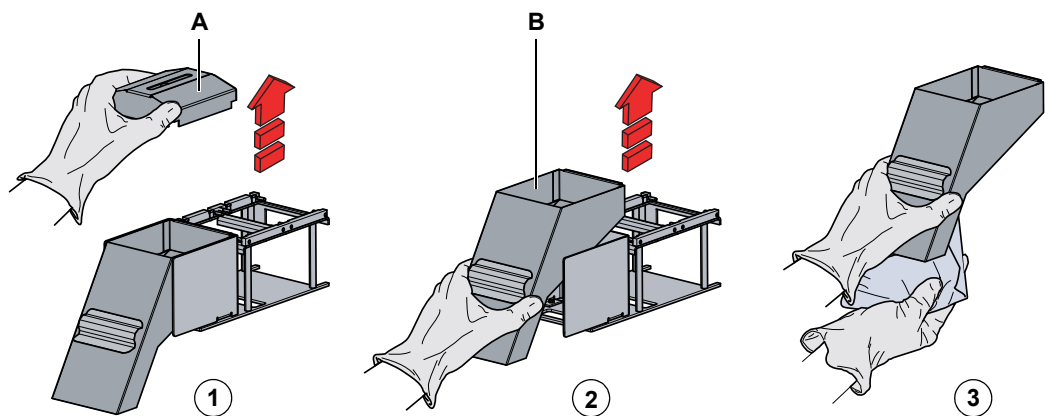

Fig. 7-16 Démontage de l'insert de goulotte d'évacuation DiTi.
1 Déposez le couvercle de l'évacuation DiTi Fig. 7-16 , 7-27.
2 Démontez la goulotte d'évacuation DiTi (B) Fig. 7-16 , 7-27.